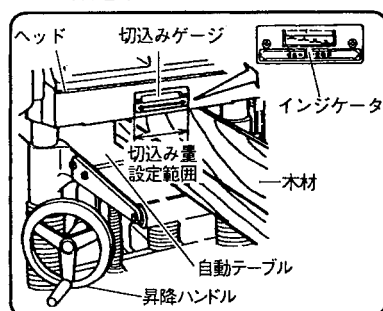

図 6
- (1) 木材を自動テーブルにのせ、切込み量設定範囲内の位置で、ヘッド前面より30~40mm程度中へ入れてください。
- (2) 木材上面が切込みゲージと接触し、インジケータが切込み量を示します。(図6)
(3) 最大切込み量は木材の大きさと送材速度（16 ページ「送材速度の切替え」の項参照）によって異なります。表 2 を目安にして切込み量を決めてください。
(4) 切込み量が表 2 に示す数値以上になっているときは、昇降ハンドル（図 6）をまわし少なくしてください。
注 ● 木材は自動テーブル面へ水平に接触させてください。水平に接触させないと表示された切込み量（図 6 参照）と実際の切込み量が異なる原因となります。